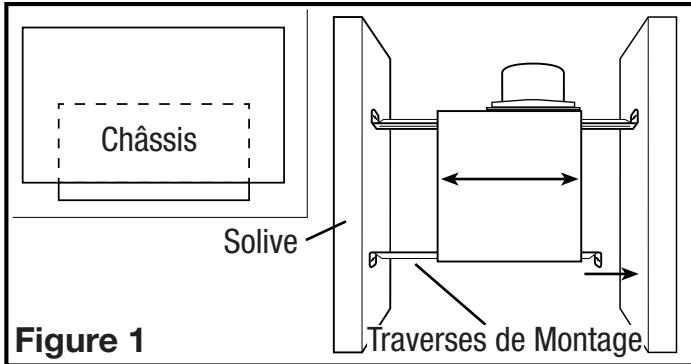
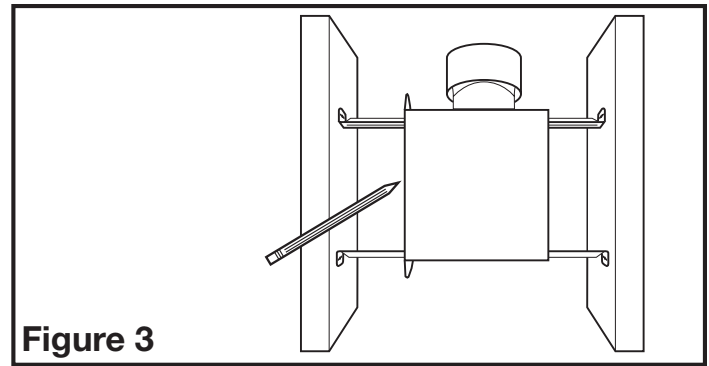

Figure 1
Figure 3
- Installation des Traverses de Montage:** installer les traverses sur le châssis et positionner le châssis près de la solive. En utilisant le guide sur le châssis du ventilateur, aligner le châssis pour qu'il soit à effleurement avec le plafond fini. Fixer les extrémités des traverses avec des clous ou des vis (non-comprisés) aux solives et glisser le châssis à sa position finale (**Figure 1**).
- Installation des Traverses de Montage:** placer le châssis en position entre les solives et tracer un contour sur le matériau du plafond (**Figure 3**). Mettre le châssis de côté et découper l'ouverture, en prenant soin de ne pas couper ou endommager des câbles électriques dissimulés ou autres utilités. Installer les traverses sur le châssis et positionner le châssis dans le trou percé précédemment afin qu'il soit à effleurement avec le plafond fini. Fixer les extrémités de la traverses à la solive avec des clous ou des vis (non-comprisés) (**Figure 1**).